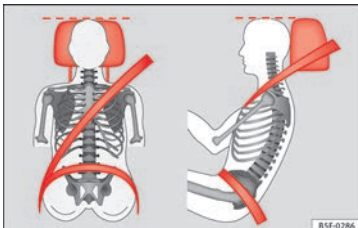

Abb. 57 Richtig eingestellte Kopfstütze von vorne und seitlich betrachtet.
- Stellen Sie die Kopfstützen so ein, dass sich die Oberkante der Kopfstütze möglichst auf einer Linie mit dem oberen Teil des Kopfes, jedoch nicht niedriger als Augenhöhe befindet » **Abb. 57**.